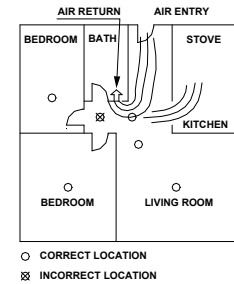

Fig. 4
- Vietose kur ventiliavimo sistemos neleidžia dūmams patekti į dūmų jutiklį. Fig. 4, parodo tinkamą ir netinkamą jutiklių išdėstymą.